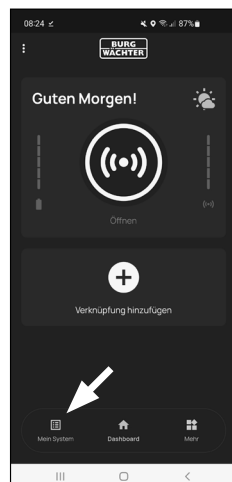

Fig. 4
- 7 O ecrã principal do aplicativo BURGsmart aparece. Abra o menu "Meu Sistema" no canto inferior esquerdo (Fig. 4).